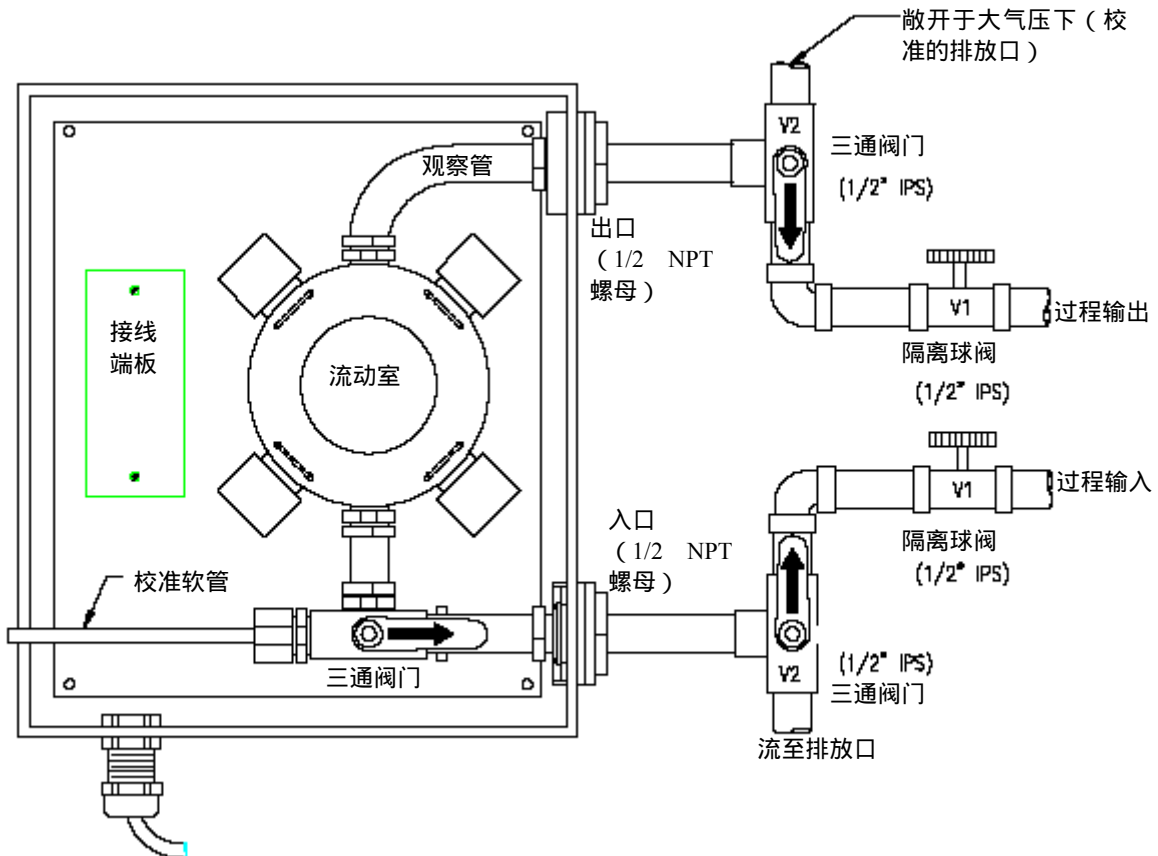

图 2-1 推荐闭合回路传感器管道线布置
8320 型浊度传感器应安装（户内或者户外）在距离 T53 型分析仪安装位置的 30 英尺（9 米）之内。可以使用闭合回路管道布置（图 2-1）以“直线”列队形式来安装传感器，或者使用明渠管道布置（图 2-2）以样品迂回线形式来安装传感器。
将过程管道连接入 8320 型传感器入口接头。将传感器出口接头接回过程管线中（见图 2-1）或者到排水明沟（见图 2-2）。可以用套管来减小管道尺寸。可以用带倒刺的软管或者管件安装。**建议**：在会发生沉淀物累积的样品测量时，建议使用更大尺寸的样品管，这样产生的更快的流速会有助于将沉淀物从传感器中冲刷走。
**注意**：用聚四氟乙烯胶带密封入口及出口处的连接，不要使用管道涂料或者其它的液体密封剂。**建议**：在对传感器进行校准或者拆卸传感器时，推荐使用球阀（图 2-1 中的图标 V1 和 V2）从而方便地将传感器隔离。闭合管线步骤中（图 2-1）中需要一个三通阀门（图标 V2）以便于在校准期间流动室的排水。迂回管线布置（图 2-2）仅需要一个三通阀门。